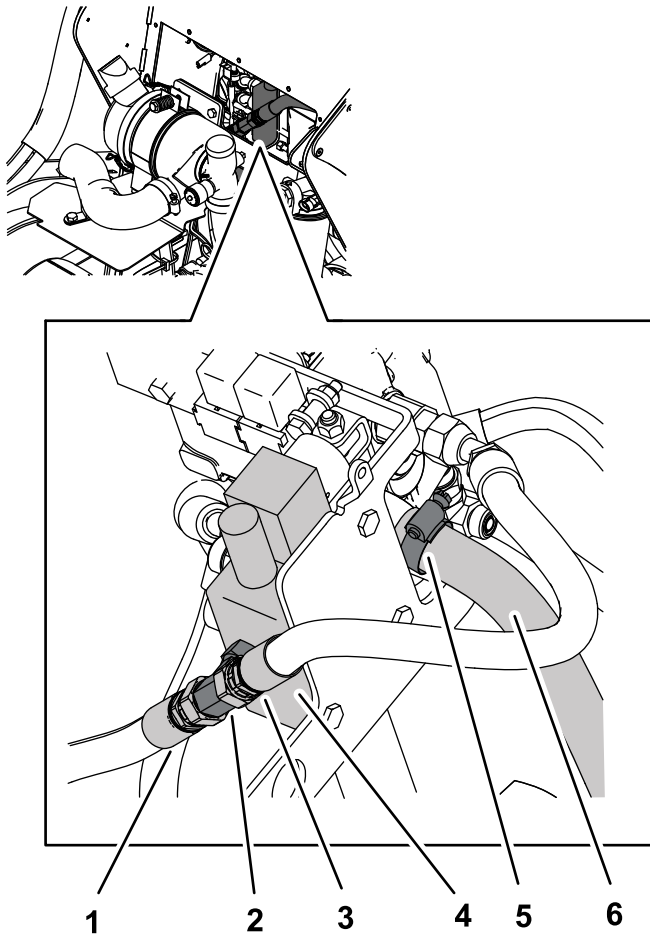

Figura 9
1. Rimuovete i 2 flessibili fissati al raccordo a T nella parte anteriore della valvola ausiliaria (Figura 9).